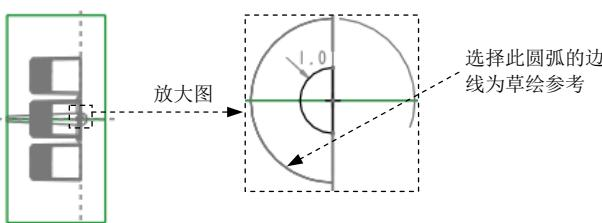

图 25.12 截面草图
- (1) 在出现的操控板中，确认“实体”类型按钮  被按下。
- (2) 定义草绘属性。右击，从快捷菜单中选择 **定义内部草绘…** 命令，草绘平面为 ADTM1，草绘平面的参考平面为 MAIN_PARTING_PLN，草绘平面的参考方位为 **左**。单击 **草绘** 按钮，至此系统进入截面草绘环境。
- (3) 将模型切换到线框模式下。在“模型显示”工具栏中单击“线框显示”按钮  **线框**。
- (4) 进入截面草绘环境后，选取图 25.12 所示的圆弧的边线和 MAIN_PARTING_PLN 基准面为草绘参考，绘制图 25.12 所示的截面草图。完成特征截面后单击“草绘”操控板中的“确定”按钮 。